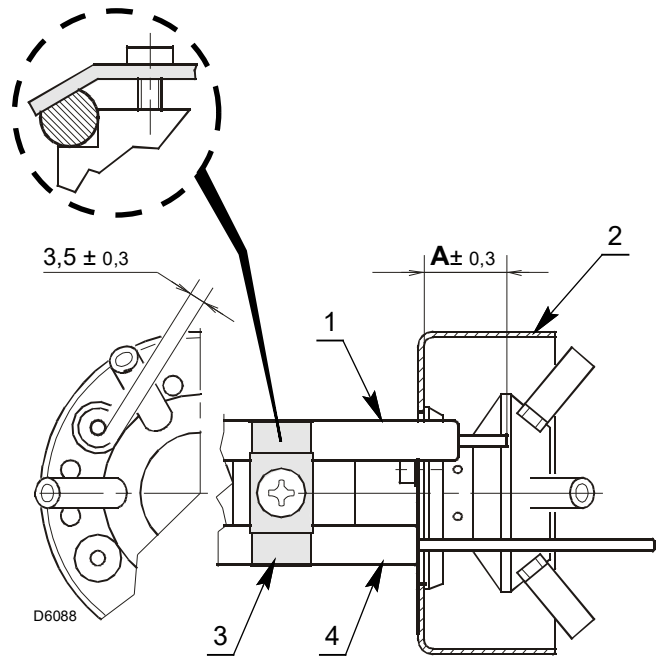

Fig. 15
- Asegurarse de que la plaquita 3)(Fig. 15) quede siempre colocada en la parte plana del electrodo 1).